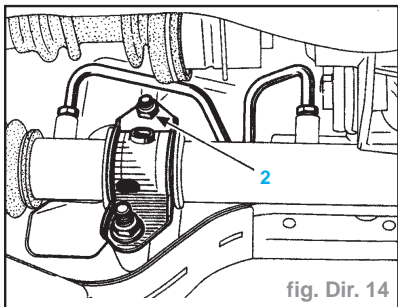

fig. Dir. 14
- la vis (2) du support droit du boîtier de direction (fig. Dir. 14),
- Positionner le support droit et reposer la vis (2) (fig. Dir. 14).